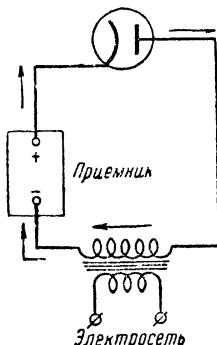
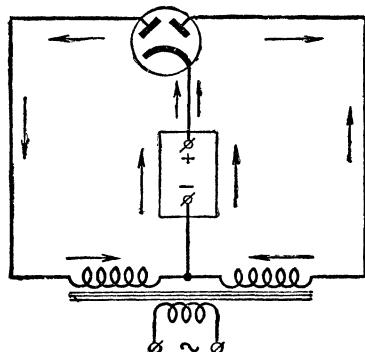
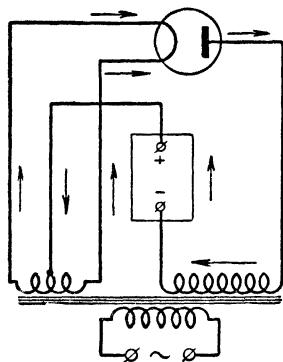

Рис. 81. Схема выпрямителя с повышающим трансформатором.
Рис. 86. Два кенотрона в схеме на рис. 84 заменены одним двуханодным кенотроном.
Рис. 87. Практическая схема выпрямителя, приведенного на рис. 81 (стрелками показано направление тока).
Таким образом, мы установили, что, применяя трансформатор, можно повысить напряжение перед тем, как его выпрямить (рис. 81). В зависимости от требуемого напряжения мы выбираем необходимое соотношение числа витков первичной и вторичной обмоток, или коэффициент трансформации.
Для этого мы используем два одинаковых устройства питания по схеме на рис. 81. Расположив их рядом (рис. 83), мы видим, что в нагрузках обоих
**Л.** — Вот видишь, таким образом нам удается использовать оба полупериода переменного тока (рис. 85). Заметь теперь, что обе вторичные обмотки имеют одну общую точку. Это дает возможность заменить два трансформатора одним, во вторичной обмотке которого делается отвод от средней точки. Кроме того, можно применить специальный кенотрон, в баллоне которого помещены общий катод и два анода. Такая лампа называется двуханодным кенотроном. Схема двухтактного выпрямителя с двуханодным кенотроном показана на рис. 86.
Л. — Конечно. Практически однополупериодные (рис. 81) и двухполупериодные (рис. 86) выпрямители имеют вид, показанный на рис. 87 и 88, соответственно.